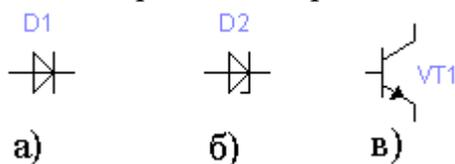

Рисунок 1.7 – Условные изображения диода (а), стабилитрона (б), биполярного п-р-п транзистора (в)
**Диод** (рис. 1.7, а). Подobie стрелки в условном обозначении показывает, в каком направлении диод пропускает электрический ток.
**Стабилитрон** (рис. 1.7, б) обычно используют для стабилизации напряжения.
**Биполярный транзистор** р-п-р и п-р-п (рис. 1.7, в) типа. Буквы означают тип проводимости полупроводникового материала, из которого изготовлены три области транзистора. Стрелкой отмечается эмиттер, направление стрелки указывает направление протекания тока.